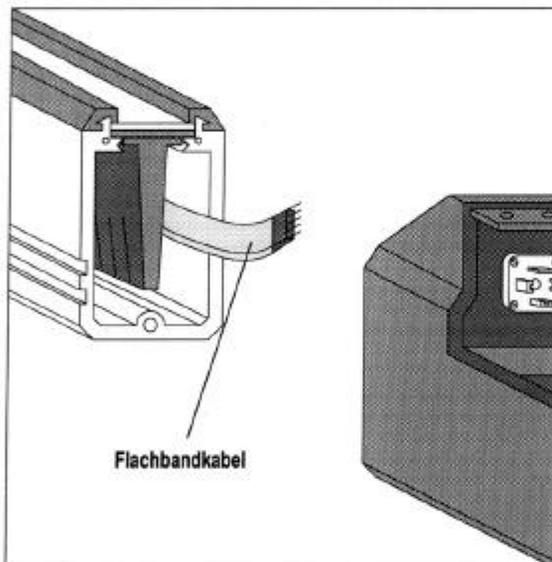

Abbildung 12-4 Flachbandkabel beim Abnehmen des Unterteils abstecken.
3. Inbusschrauben des Unterteiles herauserschrauben, Unterteil vorsichtig abnehmen und Flachbandkabel vom Unterteil abstecken (Abbildung 12-4).